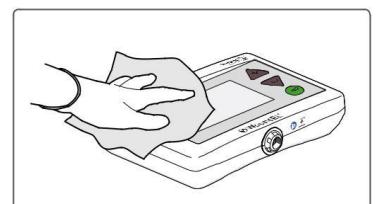

Figura 35. Pulite l'apparecchio con un panno
1. Pulite accuratamente l'apparecchio con un panno imbevuto di disinfettante o con le apposite salviette disinfettanti pronte per l'uso conformi alle esigenze menzionate in questo paragrafo (v. Figura 35). Prestate particolare attenzione ai bordi, agli angoli e alle porte di connessione.